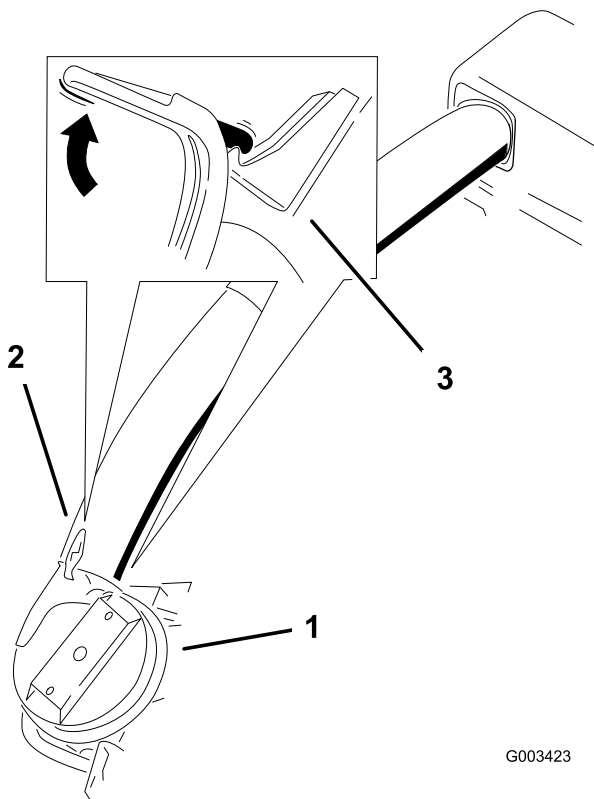

Figura 23
8. Deslice el tubo inferior sobre la bota y conéctelos con el cierre (Figura 23).